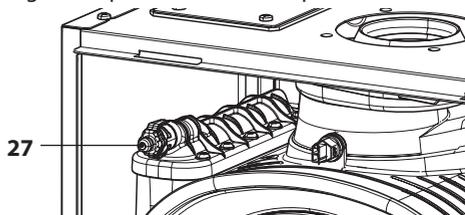
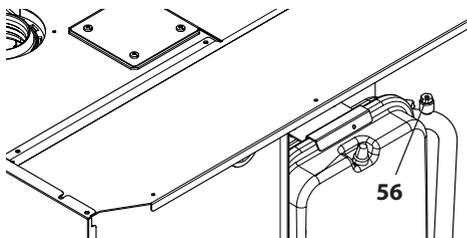

Figura 6.4
Figura 6.5
- Prima di allentare il raccordo di sfiato scambiatore primario condensante 27 in Figura 6.4 collegare un tubicino di scarico al portagomma per far defluire l'acqua in uscita.
- Allentare lo sfiato serpentino bollitore 56 (Figura 6.5).
- Riempire l'impianto di riscaldamento vedi sezione "Riempimento del circuito riscaldamento" a pagina 20 e richiudere il raccordo di sfianto scambiatore primario condensante 27 in Figura 6.4 e lo sfianto serpentino bollitore 56 in Figura 6.5 quando da questi ultimi inizia ad uscire acqua. Togliere il tubicino di scarico.